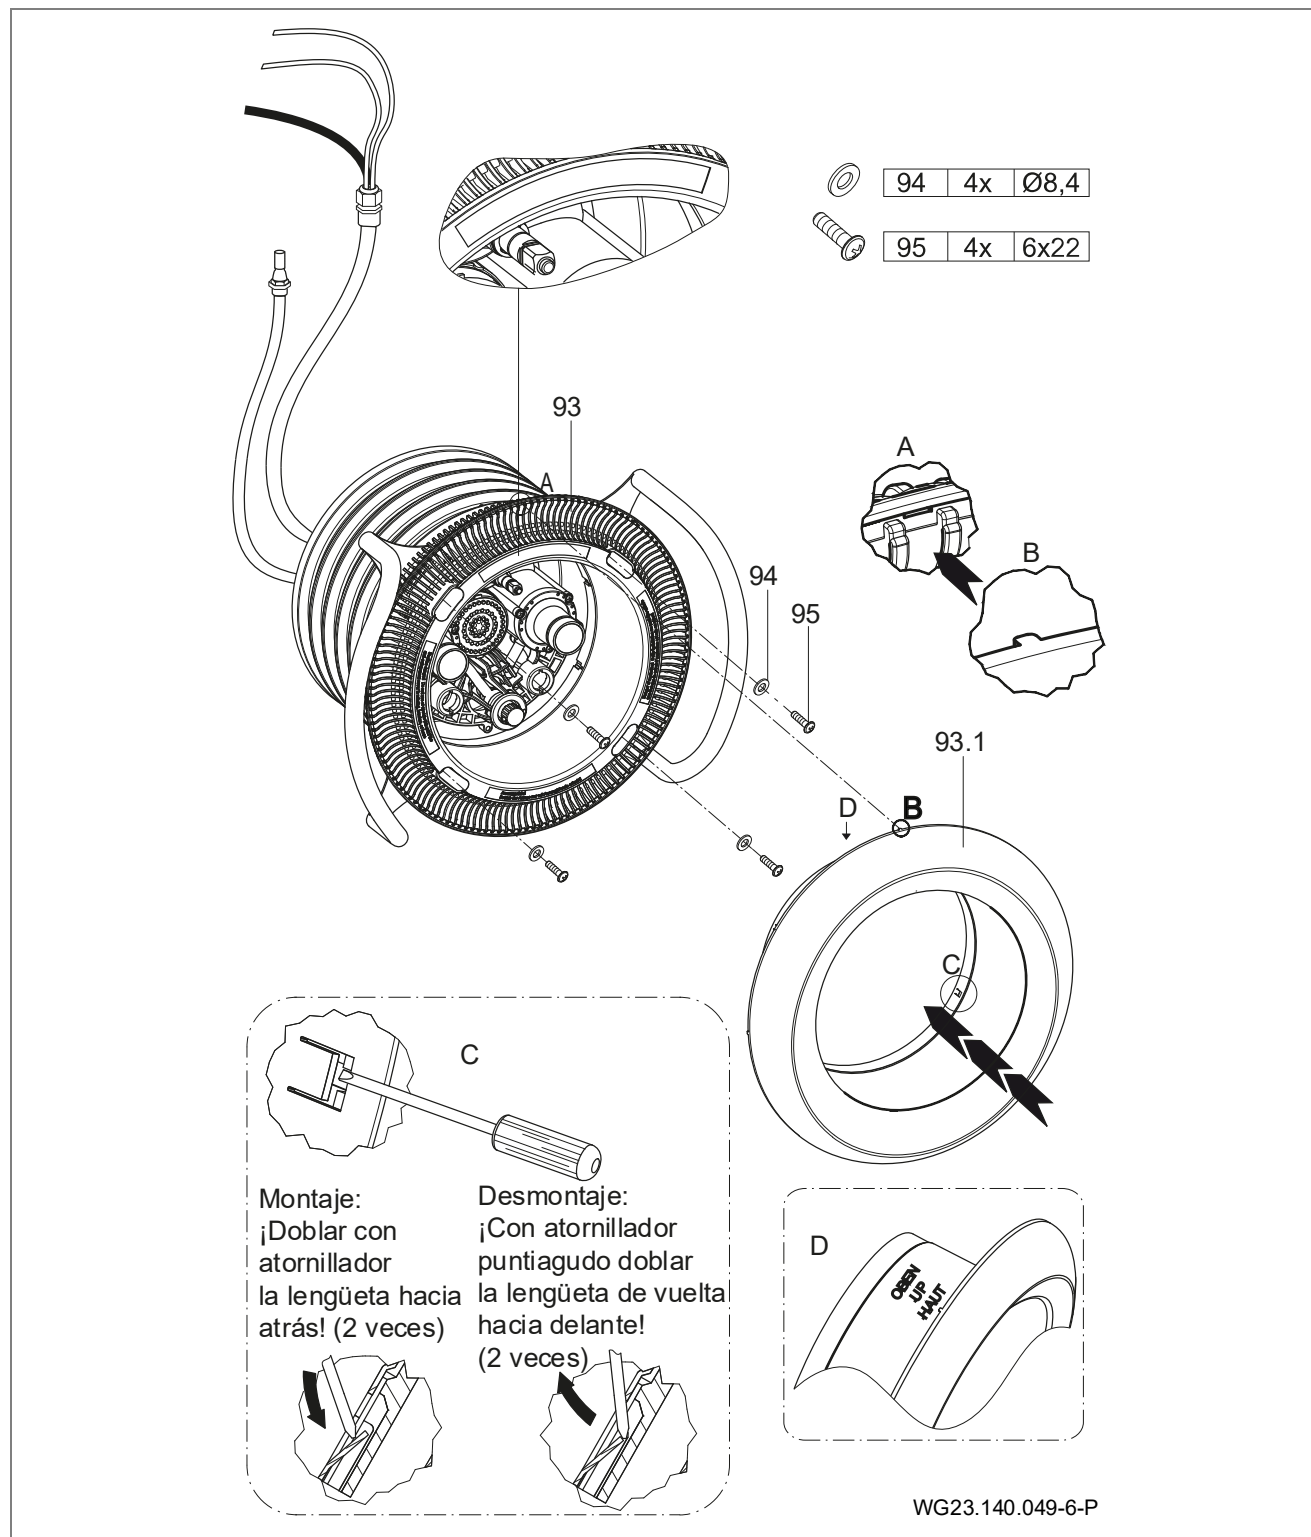

Fig. 19
7. Alinear la caja de boquillas compl. (102.1) en la carcasa para montaje empotrado (1) y fijarla con los diez tornillos con rosca cortante (61) premontados. (Fig. 19)
Primavera Deluxe: Inserte por presión con cuidado los pulsadores piezo con dos juntas tóricas montadas en la carcasa de pulsadores premontada de la carcasa de las boquillas. Dado el caso, utilice vaselina con medio auxiliar. (Fig. 19)
9. Colocar la placa de aspiración (93) sobre el anillo tensor (28) y asegurarla con cuatro arandelas (94) y cuatro tornillos con rosca cortante (95). (Fig. 19)